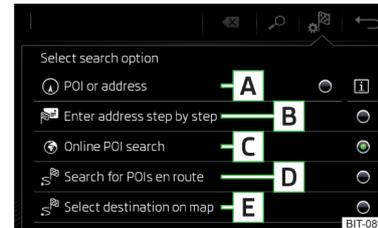

Abb. 220
## Funktionsflächen » Abb. 220
- » Anschließend die Funktionsfläche eines der Menüpunkte für die Zielsuche **A**, **C** oder **D** antippen » Abb. 220 auf Seite 190.
- › Anschließend die Funktionsfläche → **E** » Abb. 220 auf Seite 190 antippen.